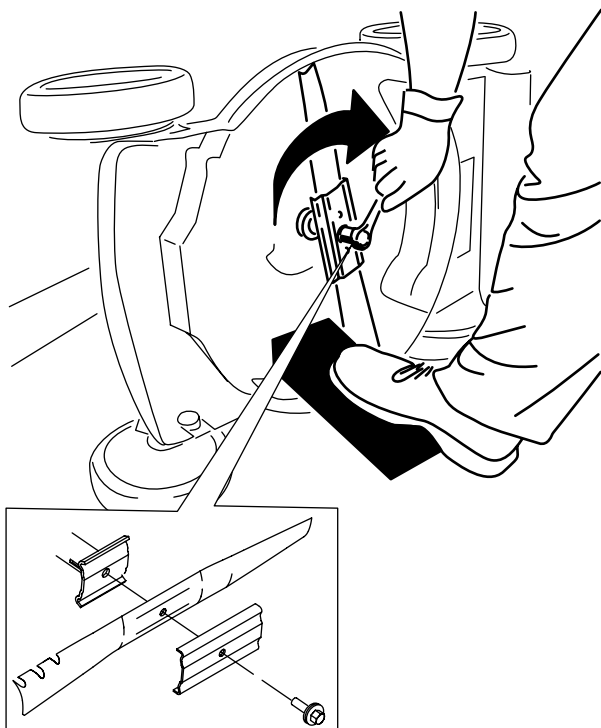

Figure 26
4. Montez la nouvelle lame et toutes les fixations (Figure 26).